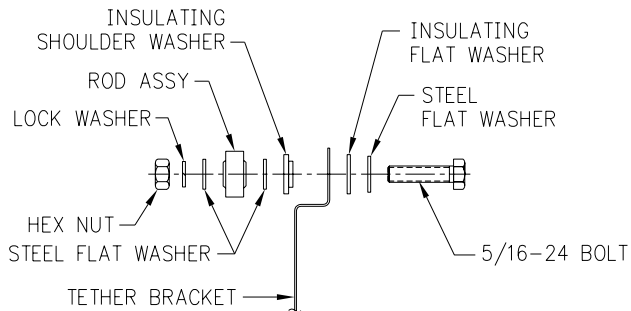

FIGURE 1
- 4) ATTACH THE TORQUE ARM TO THE TETHER BRACKET AS SHOWN IN FIG 1.